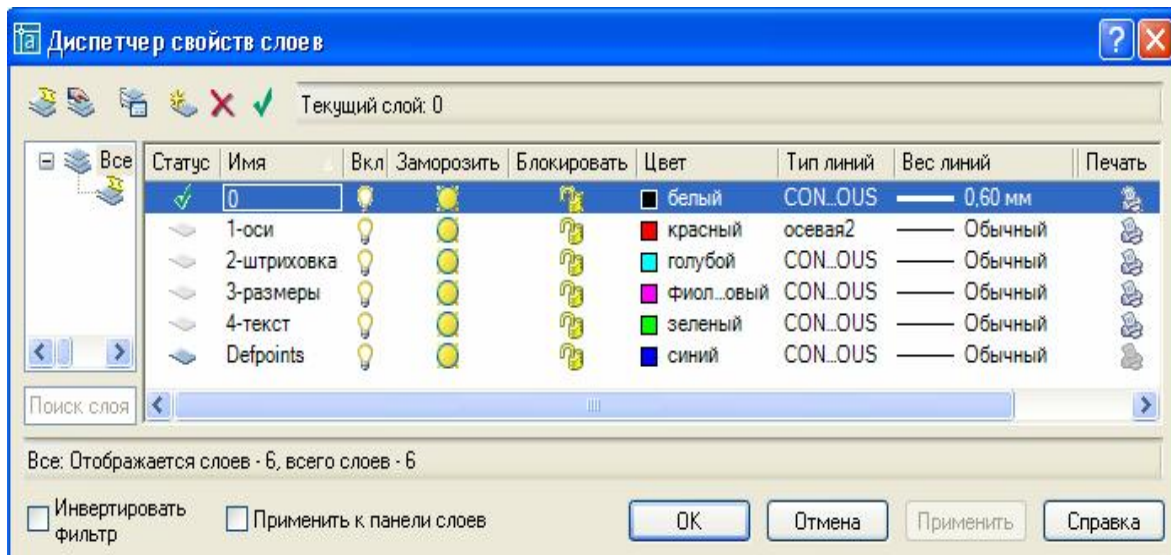

Рис. 10. Рекомендуемые настройки слоев
1. В раскрывающемся меню **Формат** включим команду **Слои...** – откроется диалоговое окно **Диспетчер свойств слоев** (рис. 10).
4. Другие слои запрограммируем так, как показано на рис. 10.